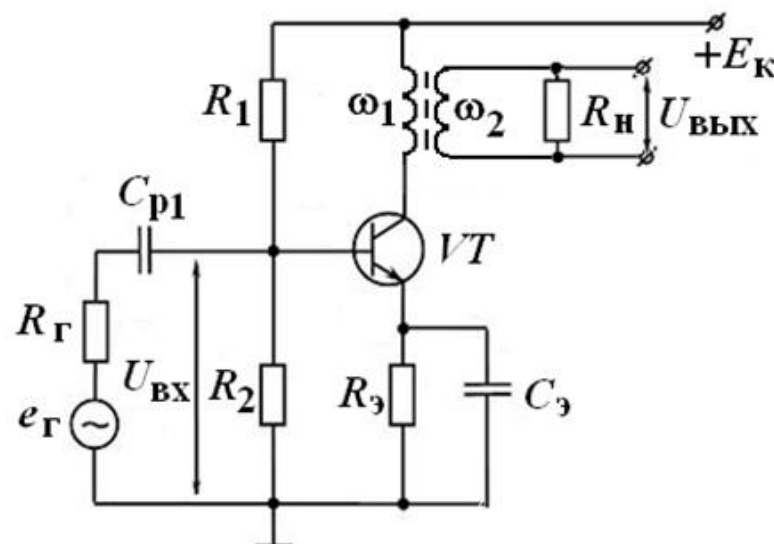

Рис. 6.13. Схема однотактного усилителя мощности с трансформаторной связью
**Однотактные усилители мощности.** Отличие трансформаторного усилителя (рис. 6.13) от резистивного усилителя с ОЭ (рис. 6.9) заключается в том, что в коллекторную цепь транзистора вместо резистора включена первичная обмотка трансформатора.